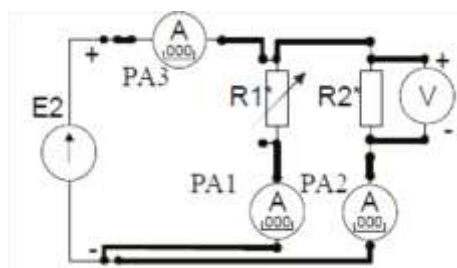

Рисунок 5.- Электрическая цепь с параллельным соединением резисторов
4. Собрать электрическую цепь с параллельным соединением резисторов (рис. 5), выбрав элементы цепи и величину напряжения питания в соответствии с заданным вариантом (табл. 8). Представить схему для проверки преподавателю.